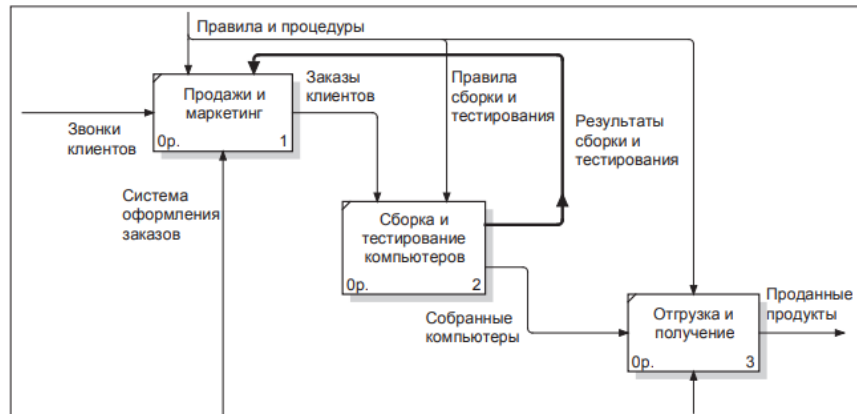

Рис.6. Результат редактирования стрелок на диаграмме A0
9. Создайте стрелку обратной связи (по управлению) «Результаты сборки и тестирования», идущую от работы «Сборка и тестирование компьютеров» к работе «Продажи и маркетинг». Для большей наглядности измените стиль стрелки (толщину линий) и установите опцию Extra Arrowhead (из контекстного меню). Методом drag&drop перенесите имена стрелок так, чтобы их было удобнее читать. Если необходимо, установите Squiggle (из контекстного меню). Результат показан на рис.6.